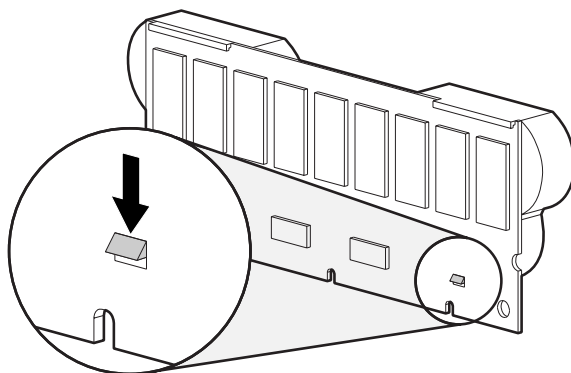

Figura 4: Clip inferior de la batería
1. Empuje hacia abajo el clip de la parte inferior de la batería, junto a la esquina inferior del módulo. Consulte la Figura 4.